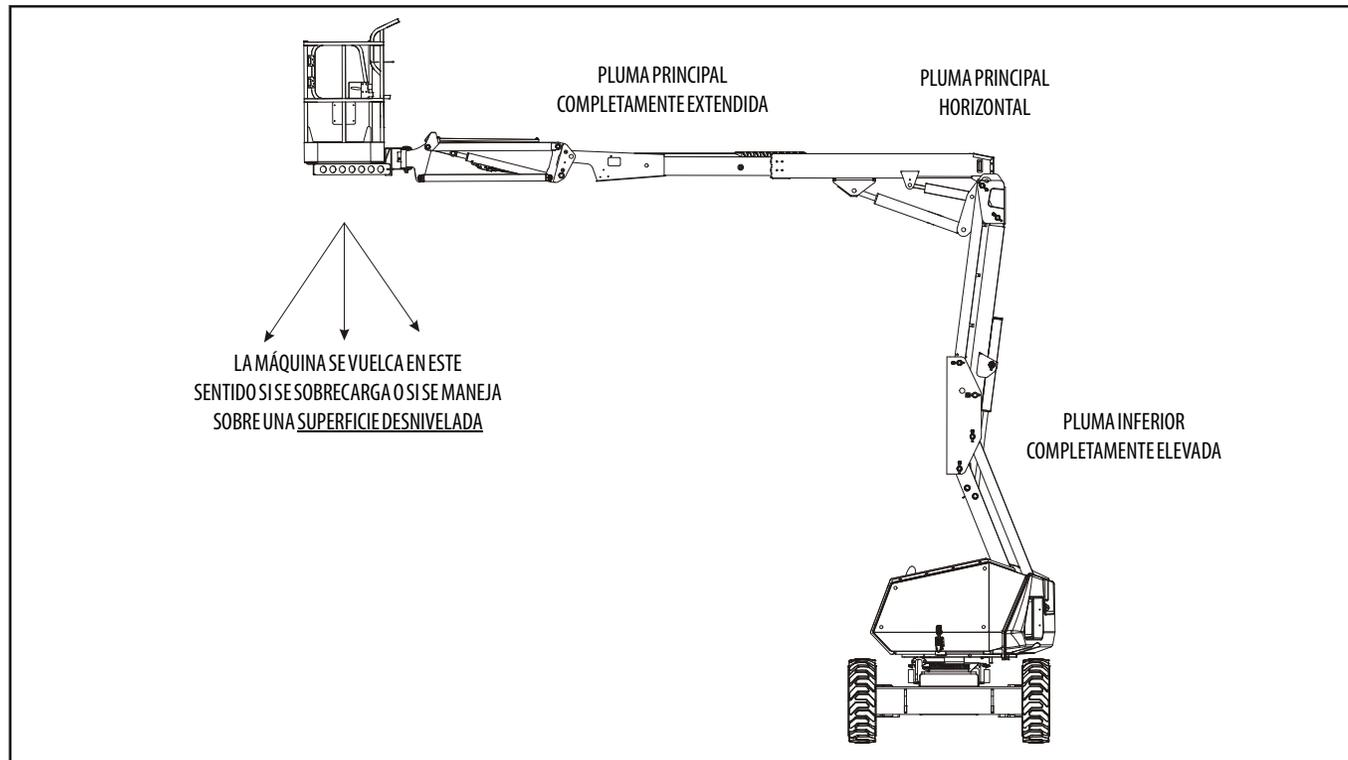

Figura 4-1. Posición de estabilidad delantera mínima
La estabilidad de la máquina depende de dos (2) condiciones, las cuales se denominan estabilidad DELANTERA y estabilidad TRASERA. La posición de la máquina que ofrece la estabilidad DELANTERA mínima se ilustra en la Figura 4-1.; la posición que ofrece la estabilidad TRASERA mínima se ilustra en la Figura 4-2.